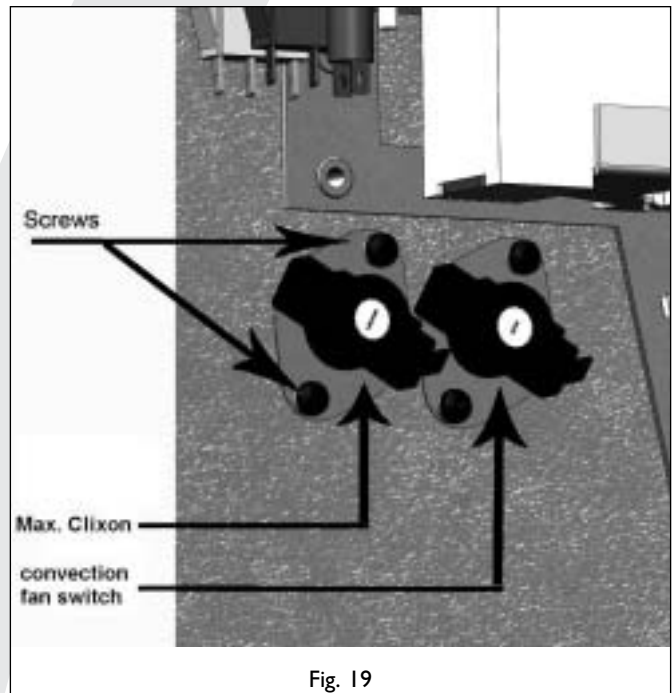

Fig. 19
- Verwijder de 2 schroeven uit de montageplaat (zie Afb. 19 van Power Flue 12/16kW).
- Verwijder de 2 schroeven op de montageplaat (zie Afb. 19);